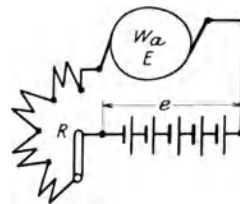

Fig. 56.
186. Ein Elektromotor ist an eine Klemmenspannung von 110 [220] (440) V angeschlossen, er nimmt 20 [15] (10) A auf und macht dabei 1000 [1200] (900) Umdrehungen. Sein Ankerwiderstand beträgt 0,25 [0,5] (1,2) Ω . Um die Tourenzahl herabzusetzen, schaltet man dem Anker einen Widerstand von 2,75 [6,5] (20,8) Ω vor (Fig. 56).